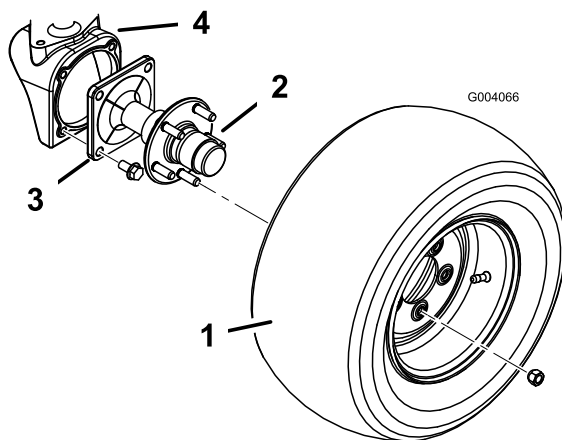

Figura 1
2. Remova as 5 porcas de roda fixando cada pneu traseiro ao eixo do cubo da roda (Figura 1). Retire os pneus.
3. Remova os 4 parafusos flangeados que fixam cada eixo da roda a cada caixa do motor da roda (Figura 1). Retire os eixos das rodas. O cubo da roda não necessita de ser removido do eixo.